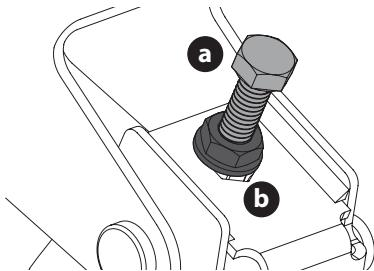

Figura 39
- Ubique los pernos de ajuste (a) del lado izquierdo y derecho de la plataforma (Figura 39).
- Afloje pero no extraiga las contratuercas (b) en el perno de ajuste. Ajuste el perno de ajuste derecho o izquierdo arriba o abajo según sea necesario hasta que la altura de un lado a otro sea equivalente (Figura 39).
- Cuando se logra el ajuste correcto, vuelva a apretar la contratuerca (b). Ajuste hasta 200 pulgadas-libras (23 N·m) (Figura 39).